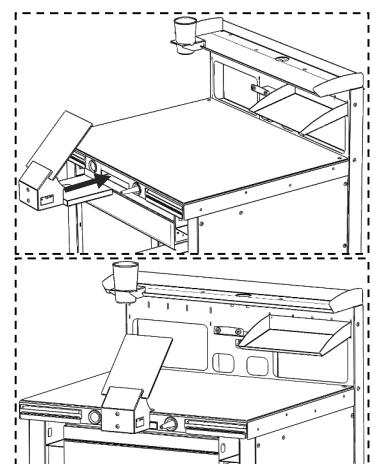

Рис.6 ВМУ 2.0 НЬЮ
- Модуль вытяжной универсальный ВМУ 2.0 Нью, рис.6, поставка по дополнительной заявке, для работы с бормашиной непосредственно на столешнице СЗТ. Устанавливается вместо выдвижной платформы (8).